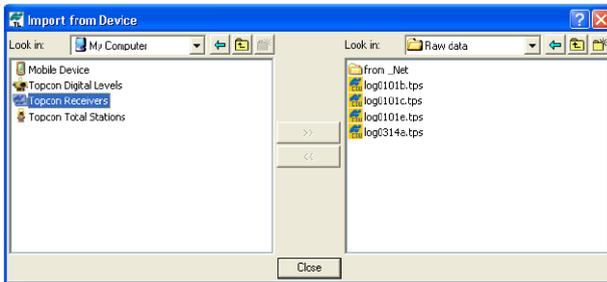

Figura 5-5. Finestra Import From Device
3. Nel riquadro a sinistra della finestra di dialogo **Import from Device**, fare doppio clic su Topcon Receivers (Figura 5-5).